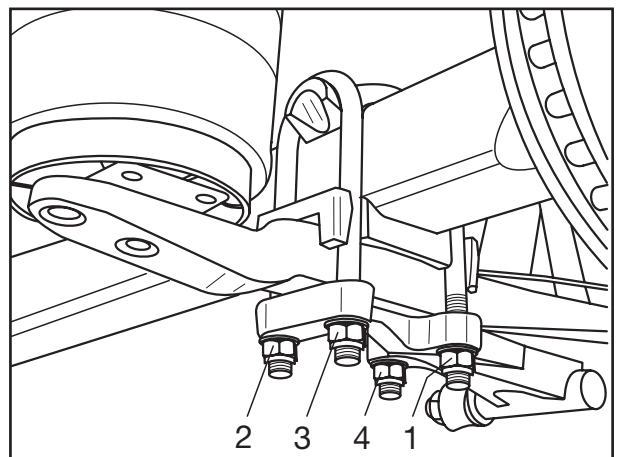

Fig. 24
- ☞ Bei Luftfederung mit verstellbarer Stütze können die Federbügel sofort festgezogen werden. Sicherungsmuttern mit einem Drehmomentschlüssel über Kreuz in der Reihenfolge 1-2-3-4 (siehe Fig. 24) anziehen.
-  In air suspension with an adjustable hanger bracket, the U-bolts can be tightened immediately. Using a torque wrench, tighten the lock nuts diagonally across in the sequence 1-2-3-4 (see Fig. 24).
-  Sur la suspension pneumatique à main réglable, les brides de ressort peuvent être serrées immédiatement. Serrer préalablement les écrous de sûreté en diagonale dans l'ordre 1-2-3-4 (voir Fig. 24) avec une clé dynamométrique.